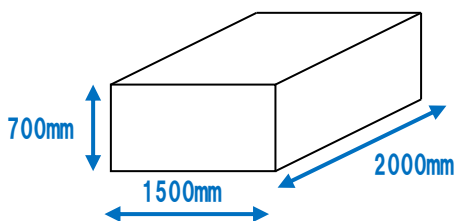

図 4-1-1 筐体許容寸法
- 5) **サイズ**：図 4-1-1 の寸法以下で製作してください。